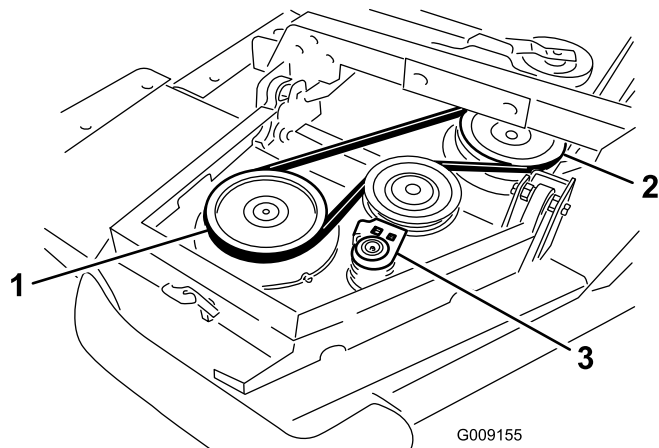

Figura 5
- A. Comece a passar a correia em torno da polia do eixo da lateral e da polia do eixo da plataforma frontal (Figura 5).
- B. Utilizando uma chave de roquete ou ferramenta semelhante, afaste a polia intermédia das polias (Figura 5).